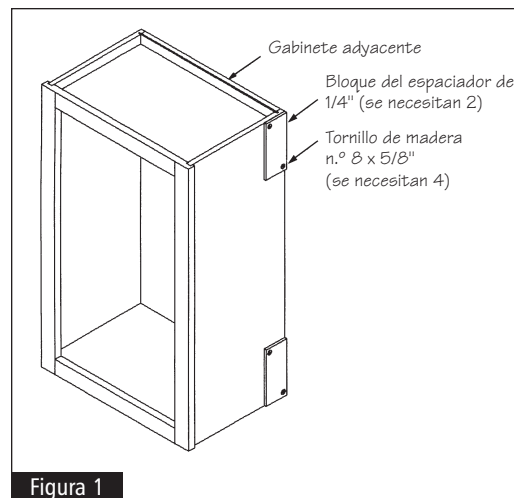

Figura 1
- 1** Corte el espaciador de madera de 1/4" a la mitad y fíjelo a la parte posterior del panel lateral del gabinete adyacente. Perfore y abocarde dos agujeros guía de 3/32" de diámetro a través de cada uno de los espaciadores y fije éstos al panel lateral del gabinete al que va a montar el SEW usando dos tornillos de madera n.º 8 x 5/8" por cada espaciador. Asegúrese de que la cabeza del tornillo esté alineada con la superficie del espaciador. Vea la figura 1.